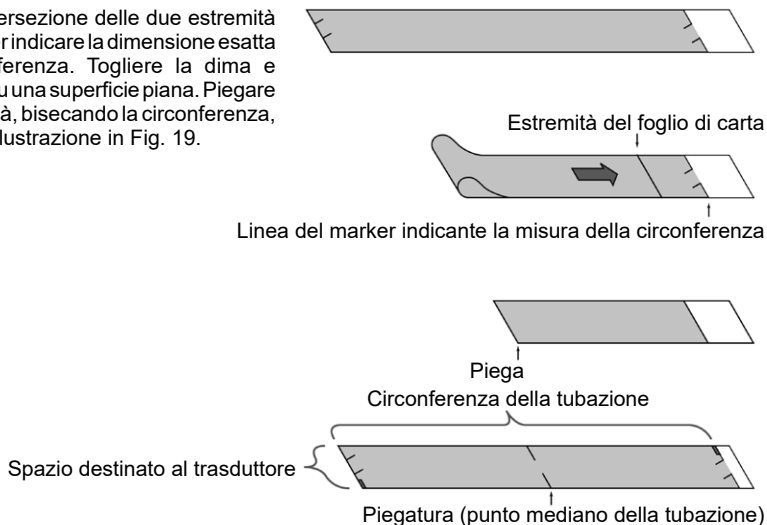

Fig. 19 - Calcolo della bisecante della circonferenza della tubazione
- 2) Marcare l'intersezione delle due estremità della carta per indicare la dimensione esatta della circonferenza. Togliere la dima e distenderla su una superficie piana. Piegarla a metà, bisecando la circonferenza, seguendo l'illustrazione in Fig. 19.